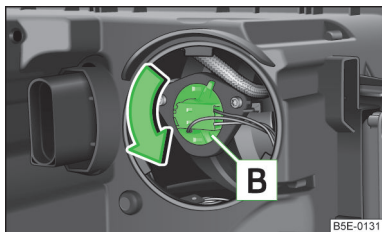

Fig. 224
- Rotiți soclul **B** » fig. 224 până la limită în sensul săgeții și scoateți-l.